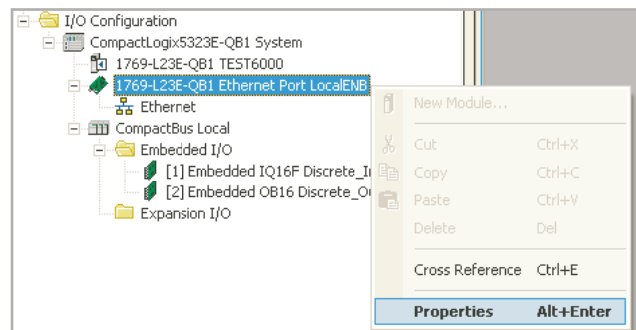

Abbildung 4.3.21h Ethernet Port Lokalisierung
4. Ist der Download beendet, klicken Sie mit der rechten Maustaste auf den entsprechenden Ethernet Port im linken Fenster und wählen Sie 'Properties' (Abbildung 4.3.21h).